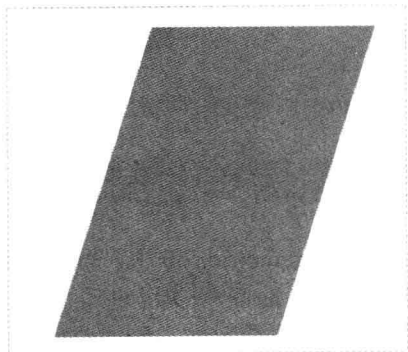

图 10-45 使用曲面修剪曲面
Step 04 单击“应用并保存在工具中所做的所有更改,然后关闭工具操控板”按钮,即可使用曲面修剪曲面,如图 10-45 所示。